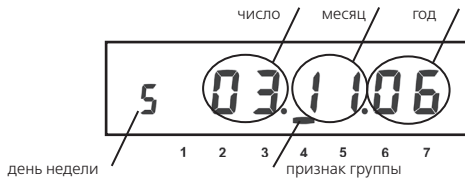

Рисунок 3.5
3.2.4.2 Окно «Текущая дата и день недели» (рисунок 3.5).